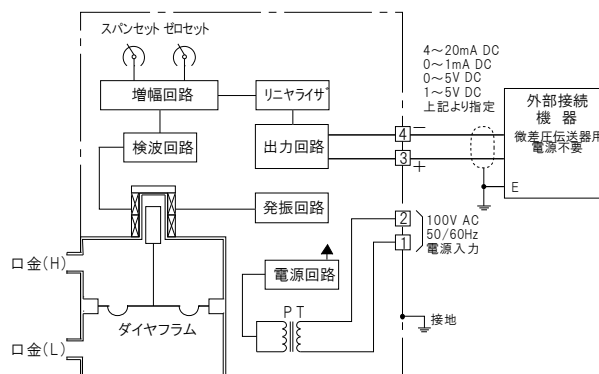

図II-1 構造説明図
圧力が口金H、口金L、または両方同時に加わるとダイヤフラム①およびダイヤフラムディスク②が、二重板バネ先端部に取りつけてあるコア③を上方または下方に動かします。コアの外周にはコイルとコイルの2つがボビン④に巻きつけてあり、ボビンは受圧室と外界とを仕切っています。コアが上下に移動すればコイルとのインダクタンス(電磁相互作用)量が一方は、増、他方は減と差動的に変化します。このインダクタンスの差の量は圧力に比例するのでこのインダクタンスの差動値を計測すれば即ち間接的に圧力を測定することになります。インダクタンスを効率よく発生させるには高周波電流でなければならず、電流が微弱なので増幅器が必要となり、また信号出力の直線性をよくするための工夫もしてあります。これらの電子回路の略図を図II-2に示してあります。これらの電子回路は図II-1のプリント基板⑤上に配置、取り付けられています。